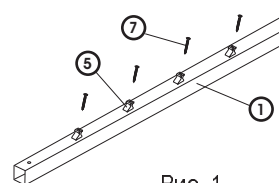

Рис. 1
2. Приготовление продольных профилей ①
- а) с помощью шурупов 3,5 X 35 ⑦ прикрутить 26 верхних защелок ⑤
- в) пункт а) повторить для остальных шести продольных профилей ①
- Необходимо собрать семь продольных профилей, как показано на Рис. 1